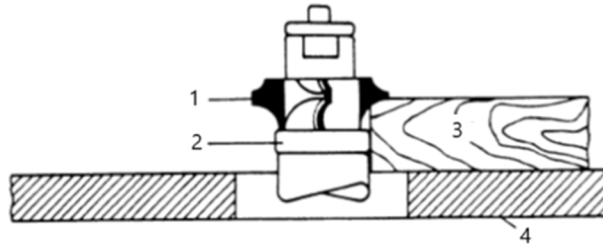

Figura 7
1. Al utilizar el collar debajo del cortador, figura 7, se puede observar en todo momento el progreso del corte. Una desventaja de este método es que cualquier levantamiento accidental de la pieza de trabajo dañará la madera y arruinará la pieza de trabajo.